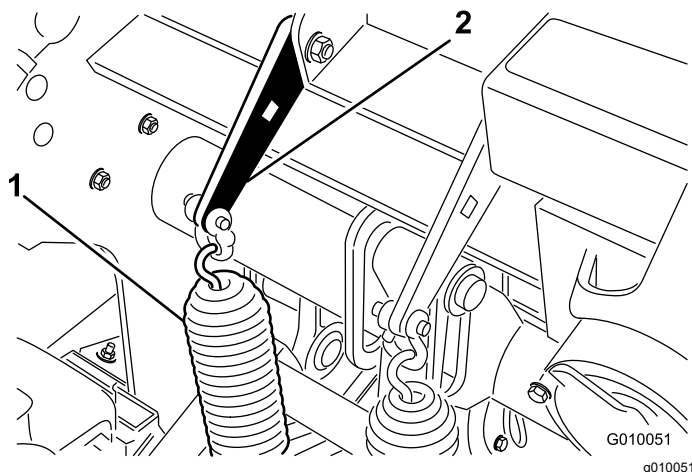

Figura 27
2. Allentate i dadi dei bulloni a testa tonda che fissano le foglie delle molle a balestra alla testa di carotaggio (Figura 27). Non toglierli.